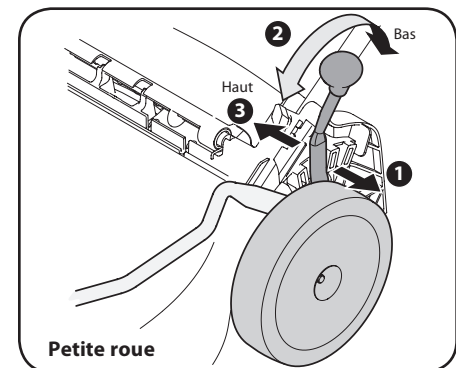
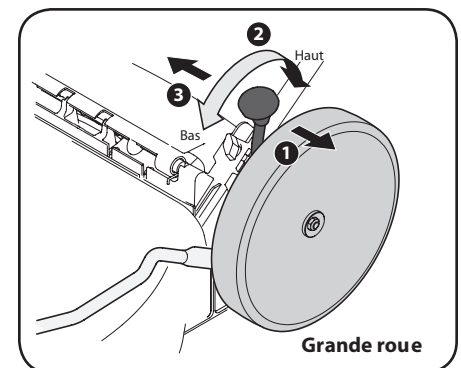

Figure 2-11
Figure 2-12
- Placez la manette à la position désirée pour changer la hauteur de coupe. Voir Figure 2-11 pour modèles avec petite roue arrière et Figure 2-12 pour modèles avec grande roue arrière.